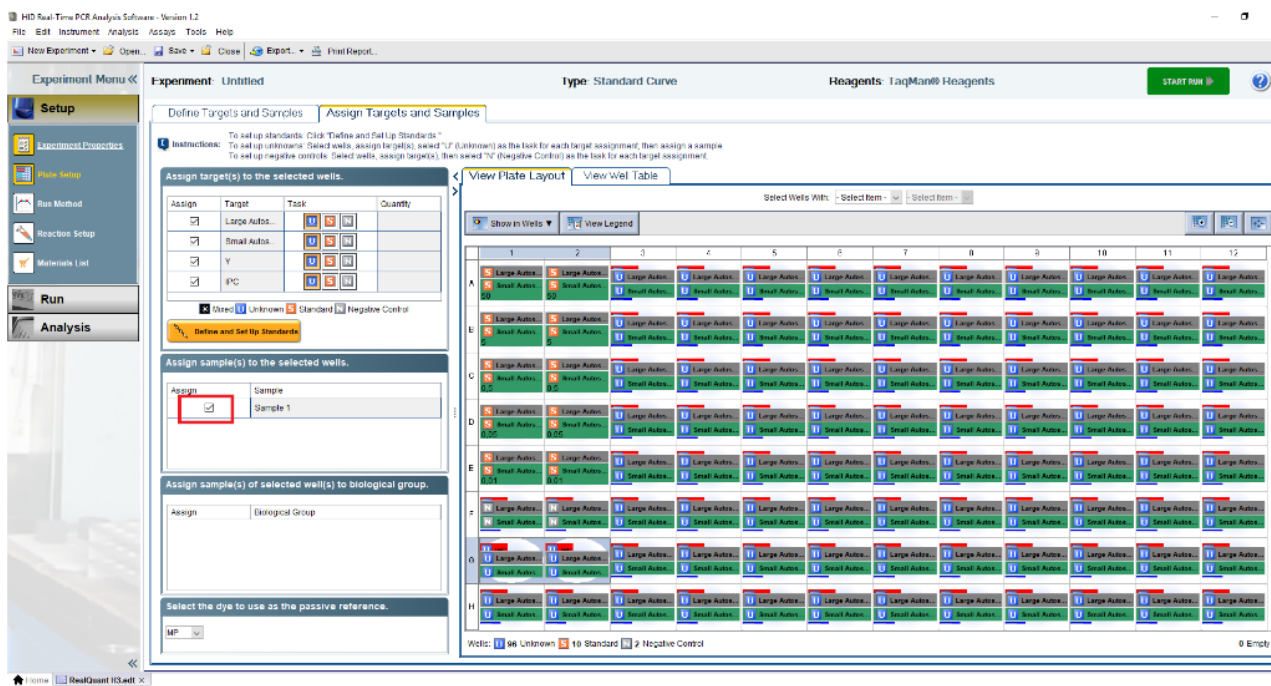

Рисунок 35
7. Внести название исследуемого образца и отметить галочку в графе «Assign» (рисунок 35).